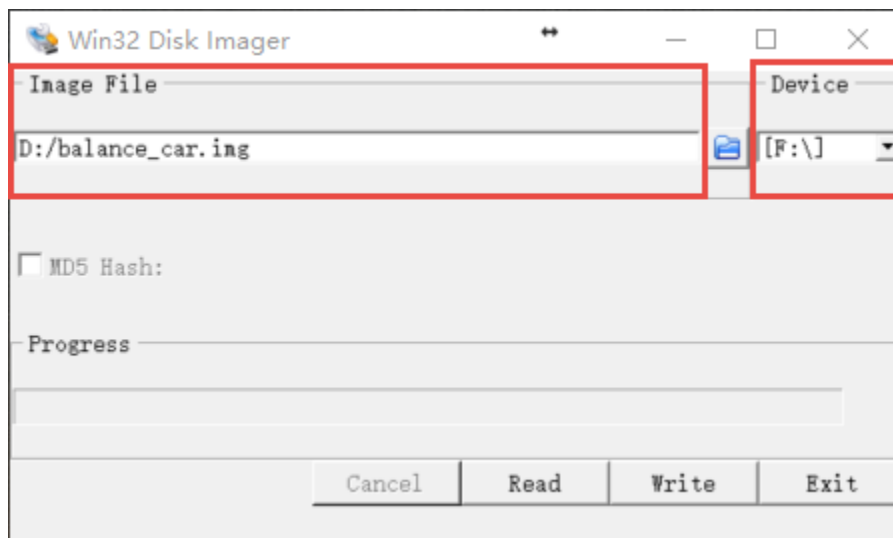

图 7-1 Win32DiskImager 窗口
- 如图 7-1 所示, 选择 balance\_car.img 镜像文件。